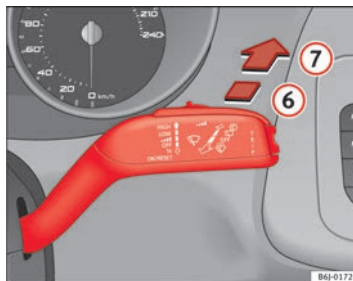

Fig. 66 Leva del tergilavacrystalli: tergilunotto
- Premere la leva in avanti innestandola nella posizione ⑥ ⇒ fig. 66. In questo modo il tergilunotto effettua un'escursione ogni 6 secondi circa.
- Spingere la leva in avanti fino in fondo, portandola nella posizione ⑦ ⇒ fig. 66. Il tergilunotto e il lavalunotto si attivano simultaneamente. Il lavalunotto continuerà ad operare fintanto che si tiene la leva in questa posizione.